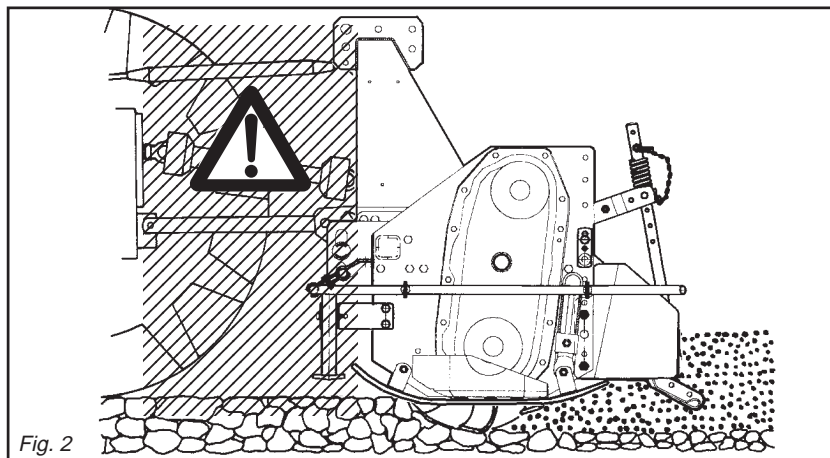

Fig. 2
- 24) *It is absolutely forbidden to stand between the tractor and the implement (Fig. 2) when the engine is running and the cardan shaft is engaged without having first engaged the hand brake and placed a block or stone under the wheels to prevent them from moving.*
- 24) Es ist absolut verboten, bei laufendem Motor und eingeschalteter Gelenkwelle zwischen den Schlepper und das Gerät zu treten (Abb. 2). Dazu muß die Feststellbremse gezogen werden und unter die Räder ein Bremskeil oder ein großer Stein gelegt worden sein.
- 24) *Il est absolument interdit de se mettre entre le tracteur et l'appareil (Fig. 2) quand le moteur est en marche et le cardan enclenché, sans avoir tiré le frein de stationnement et bloqué les roues avec une cale ou un caillou.*
- 24) Está terminantemente prohibido colocarse entre el tractor y el equipo (Fig. 2) con motor encendido y cardán insertado, o sin haber accionado el freno de estacionamiento y de colocar, debajo de las ruedas, una piedra u otro elemento de bloqueo.
- 28) È assolutamente vietato interporre fra il trattore e l'attacco della zappatrice per manovrare il comando dall'esterno per il sollevamento (Fig. 2).
- 28) *It is absolutely forbidden to stand between the tractor and the implement when manoeuvring the lift control from the outside (Fig. 2).*
- 28) Es ist absolut verboten, zwischen den Schlepper und den Anschluß zu treten, um die Aushebung von außen zu betätigen (Abb. 2).
- 28) *Il est absolument interdit de se mettre entre le tracteur et l'attelage pour manoeuvrer la commande de relevage de l'extérieur (Fig. 2).*